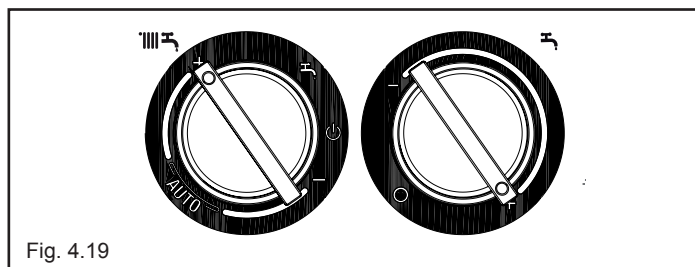

Fig. 4.19
- portare il selettore temperatura acqua riscaldamento al valore massimo (fig. 4.19)